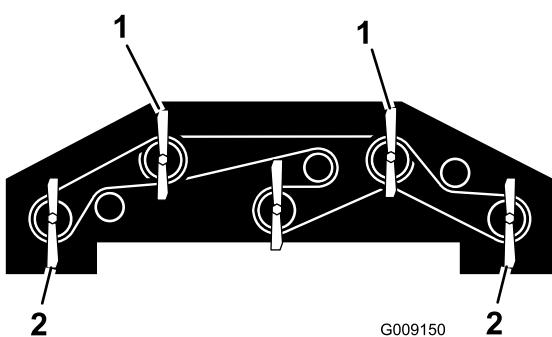

Рисунок 93
- Поверните два наружных ножа и передний нож центральной части передней деки и ножи крыльев передней деки так, чтобы их концы были направлены прямо вперед (Рисунок 93).